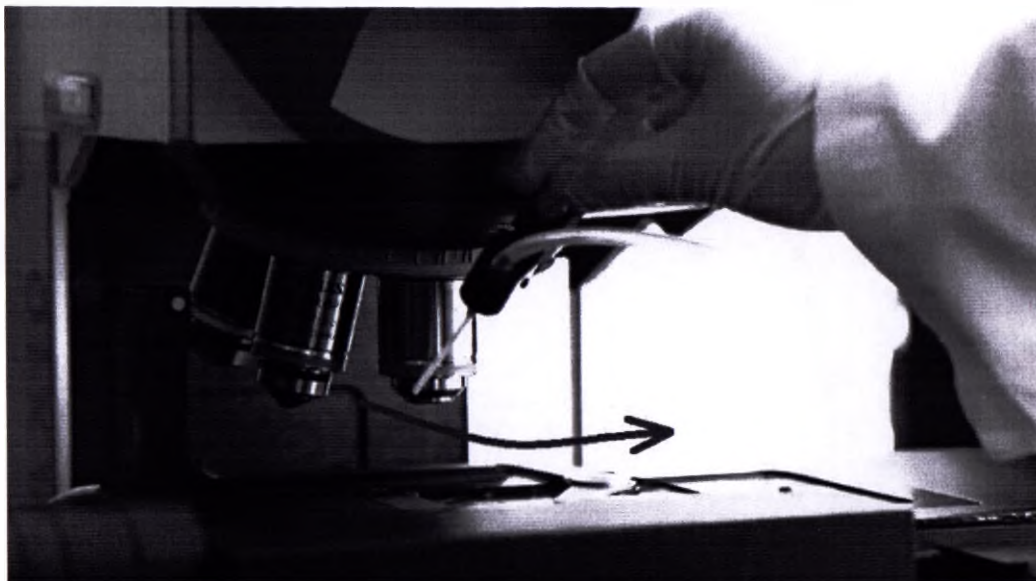

Рисунок 216 - Отведите подвижное плечо штатива автоматического податчика масла от микроскопа
- 1) Отведите подвижное плечо штатива автоматического податчика масла от микроскопа (Рисунок 216)